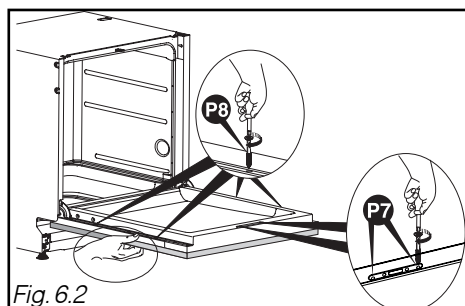

Fig. 6.2
- Plaquez le panneau bois sur la porte (Fig. 6.2).
- Ouvrez la porte du lave-vaisselle en maintenant le panneau plaqué sur la porte. Centrez le panneau bois latéralement si besoin par rapport au bandeau. Mettre les 2 vis **P7** et les 4 vis **P8** (Fig. 6.2).
- Plaquez le panneau bois sur la porte (Fig. 6.2 bis).
- Ouvrez la porte du lave-vaisselle en maintenant le panneau plaqué sur la porte. Centrez le panneau bois latéralement si besoin par rapport au bandeau. Mettre les 4 vis **P8** (Fig. 6.2 bis).
Fig. 6.2 bis